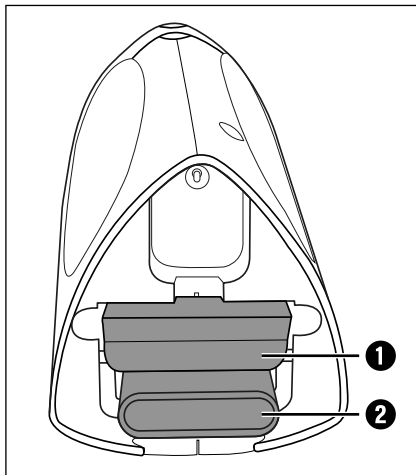

Fig. 3
- O bocal para frestas **2** e o bocal para líquidos **1** encontram-se no encaixe para acessórios da pega, para um armazenamento com economia de espaço (fig. 3).